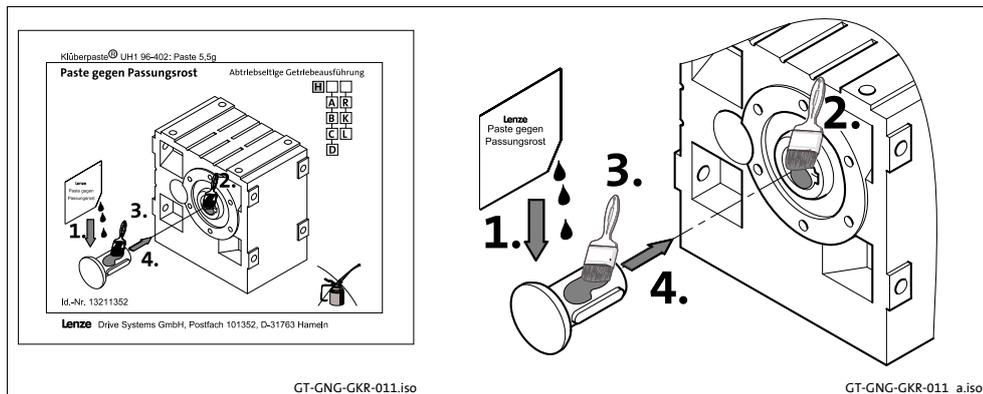

Abb. 5 Anwendung Montagepaste gegen Passungsrost (optional, zu bestellen)
– Montagepaste (Abb. 5) auf die Welle und in die Hohlwellenbohrung auftragen.